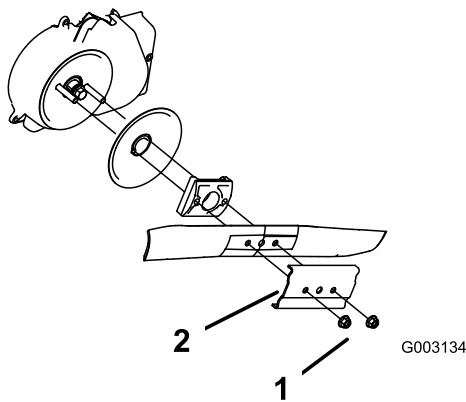

Figura 41
3. Retire las 2 tuercas de la cuchilla y el refuerzo (Figura 41).
4. Retire la cuchilla (Figura 41).
5. Instale la cuchilla nueva (Figura 41).